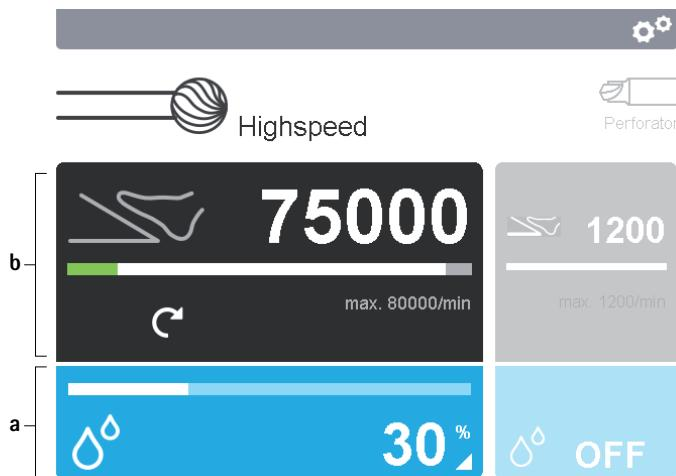

Fig. 5 Activar painéis de comando
- Alterar parâmetros de configuração da unidade de aplicação: Premir painel de comando da unidade de aplicação **a** no mostrador 2, ver Fig. 5.